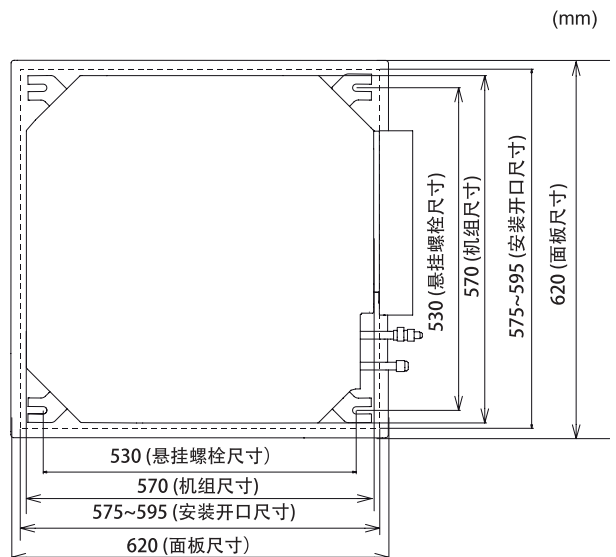

图4.3 天花板开口及悬吊螺栓位置
(1) 选择合适位置和方向安装室内机，测量其位置。注意保留接管、布线及维修空间。
(2) 如图4.3所示，在吊顶上开孔用于安装室内机。